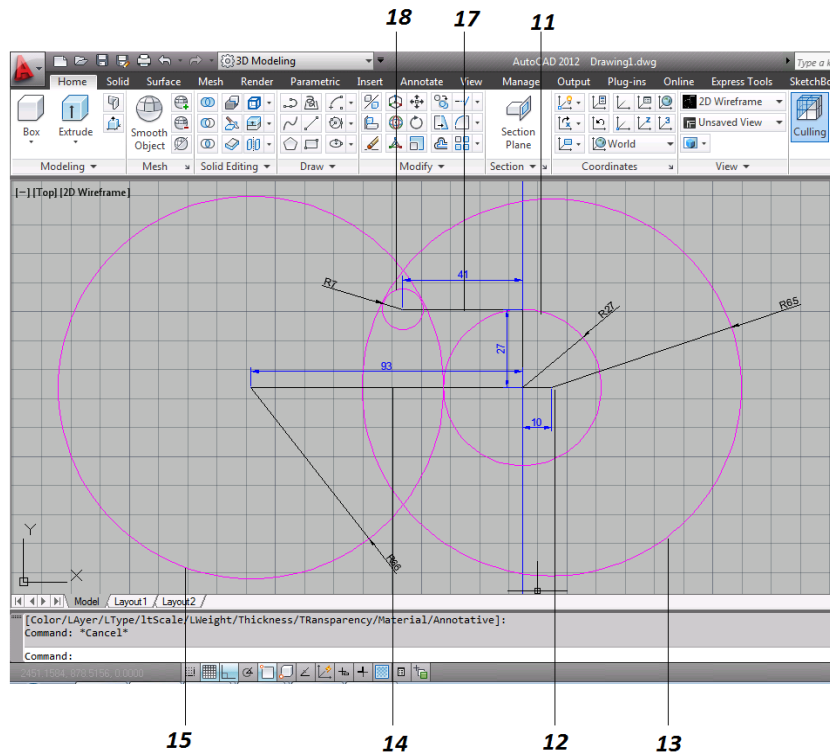

Figura 4.7 Ejercicio 2
11. A una distancia de 175 unidades, apartir del punto superior de la linea guia , se crea un circulo de radio 27 (figura 4.7).
12. A partir del centro del circulo anterior, se crea una linea hacia lado derecho con un valor de 10 unidades (figura 4.7).
13. Se crea un circulo con un radio de 65 unidades, el cual su centro estara al final de la linea creada anteriormente (figura 4.7).
14. Ahora se toma como referencia el centro del primer circulo para crear una linea horizontal la cual sera de 93 unidades e ira hacia lado izquierdo (figura 4.7).
15. Tomando como referencia el final de la linea anterior, se crea un circulo con un radio de 66 unidades (figura 4.7).
17. Al termino de la linea anterior, se vuelve a crear un alineo horizontal la cual vaya hacia lado izquierdo con un valor de 41 unidades (figura 4.7).
18. Al final de la linea se crea un circulo con radio 7 (figura 4.7).